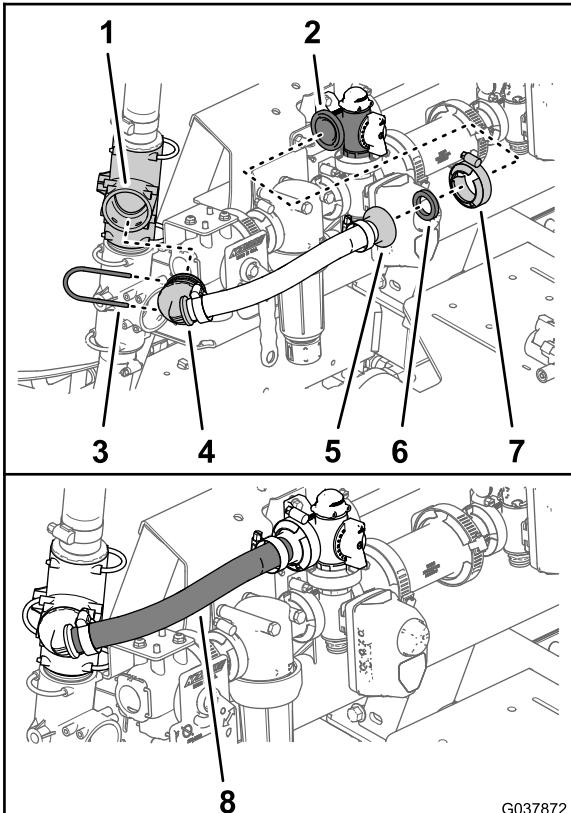

Bild 69
- Befestigen Sie das gezahnte 90°-Anschlussstück des Rührwerküberlaufschlauchs mit dem Halter, den Sie in Schritt 2 in Entfernen des Rührwerk-Sicherheitsventils und der Sprühfahrzeug-Zulaufschläuche \(Seite 18\) entfernt haben, am oberen T-Anschlussstück (Bild 69).
- Befestigen Sie das gezahnte Flanschanschlussstück des Rührwerk-Überlaufschlauchs und die Dichtung (25 mm x 35 mm) mit einer Flanschklemme (40 mm bis 64 mm) am Flansch des Rührwerkregelventils (Bild 69).